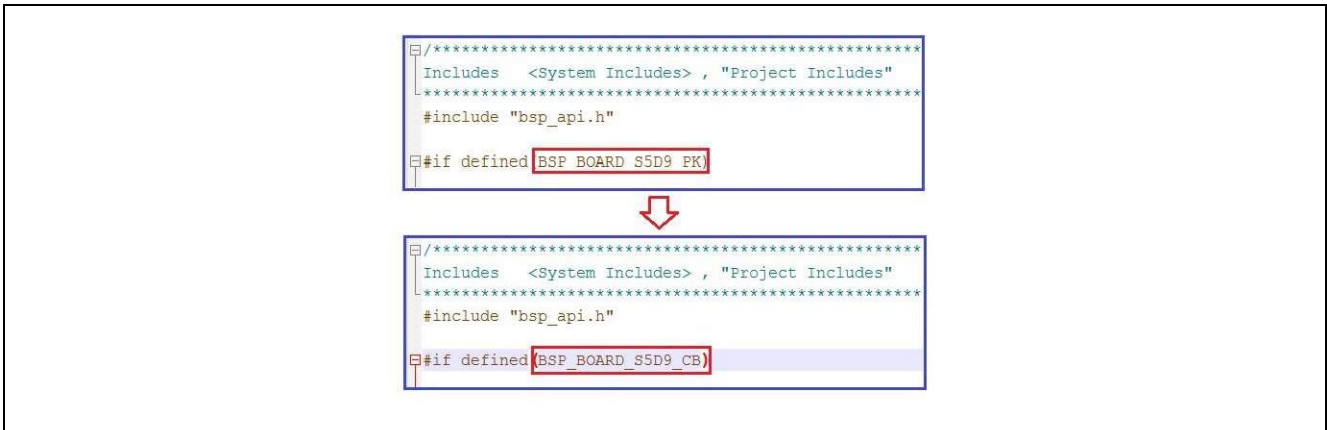

図 12 生成した Synergy ファイルでテンプレートボード名を作成する新規ボード名に差し替え
13. bsp_init.c を編集して、文字列 BSP_BOARD_S5D9_PK を BSP_BOARD_S5D9_CB に修正してください (図 12)。そして新 BSP に必要なドライバをベースとするプロジェクトのために、“bsp_qspi_init()” の行を削除するか、コメントアウトしてください。(ここではカスタムボードで QSPI を使用しない場合を想定しています)